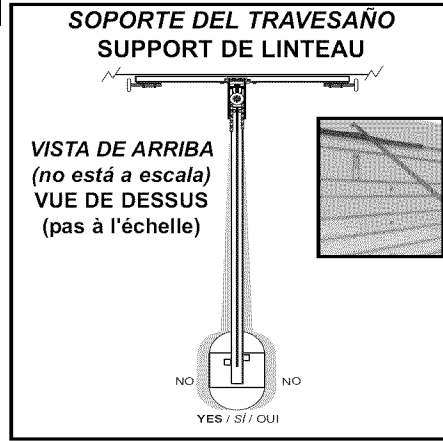

FIG. 2-4 Coloque el conjunto y alinee. Placer le montage et aligner.
- Coloque el riel montado en la pared próximo al soporte del travesaño (Fig. 2-4).
NOTA: Antes del acople final al cielo raso, asegúrese de que el conjunto esté bien alineado (Fig. 2-4).
- Placer le rail assemblé sur le mur près du support de linteau (Fig. 2-4).
REMARQUE: Avant d'effectuer la fixation finale au plafond, veiller à ce que le montage soit correctement aligné (Fig. 2-4).